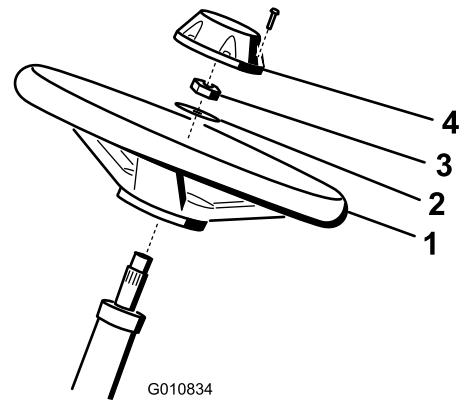

Figure 3
1. Glissez le volant sur l'arbre de direction (Figure 3).
2. Glissez la rondelle sur l'arbre de direction (Figure 3).
3. Fixez le volant sur l'arbre au moyen d'un écrou de blocage serré à un couple de 27 à 35 N·m (Figure 3).
4. Fixez le couvre-moyeu au volant avec une vis (Figure 3).